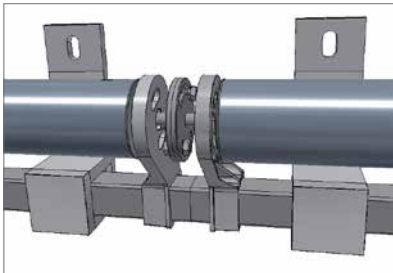

Abb. 37: Verbindungsrohr nieten
- » den linken Halter (Abb. 37 Pos. 1) der Tuchschlitzabdeckung (Teil ohne Lagerbuchse) 200 mm vom Anlagenstoß entfernt montieren
- » Federwelle (Abb. 37 Pos. 4) einhängen und den rechten Halter (Abb. 37 Pos. 2) der Tuchschlitzabdeckung befestigen
- » Leitbügel (Abb. 37 Pos. 3) so einhängen, dass er auf den Schraubenköpfen aufliegt
- » Federwelle (Abb. 37 Pos. 4) 6–8 Umdrehungen in Pfeilrichtung vorspannen.
- » Keder (Abb. 37 Pos. 6) in die Stoffschlaufe (Abb. 37 Pos. 7) einschieben und mittig in die Kedergasse der Schlitzabdeckleiste einführen und mittels 2 Tuchspannern sichern.